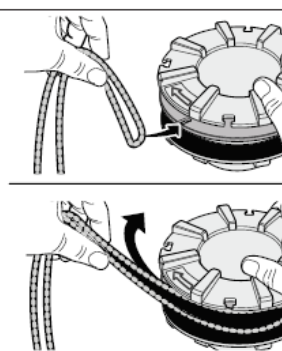

Fig. 14
- Inserir a extremidade dobrada do fio de corte no engate de retenção da bobina, (Fig. 14).